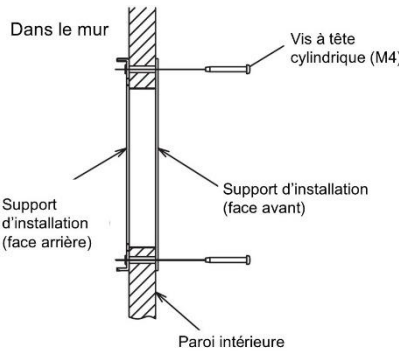

Fig. 3.4.4
- Lors de la fixation des supports, assurez-vous que les supports d'installation avant et arrière sont installés dans le bon sens. (Fig. 3.4.4).
Fixez les supports avant et arrière à l'aide de vis à tête cylindrique. Serrez quatre points avec ces vis. Lors de la fixation des supports, assurez-vous que les supports d'installation avant et arrière sont installés dans le bon sens. (Fig. 3.4.4).